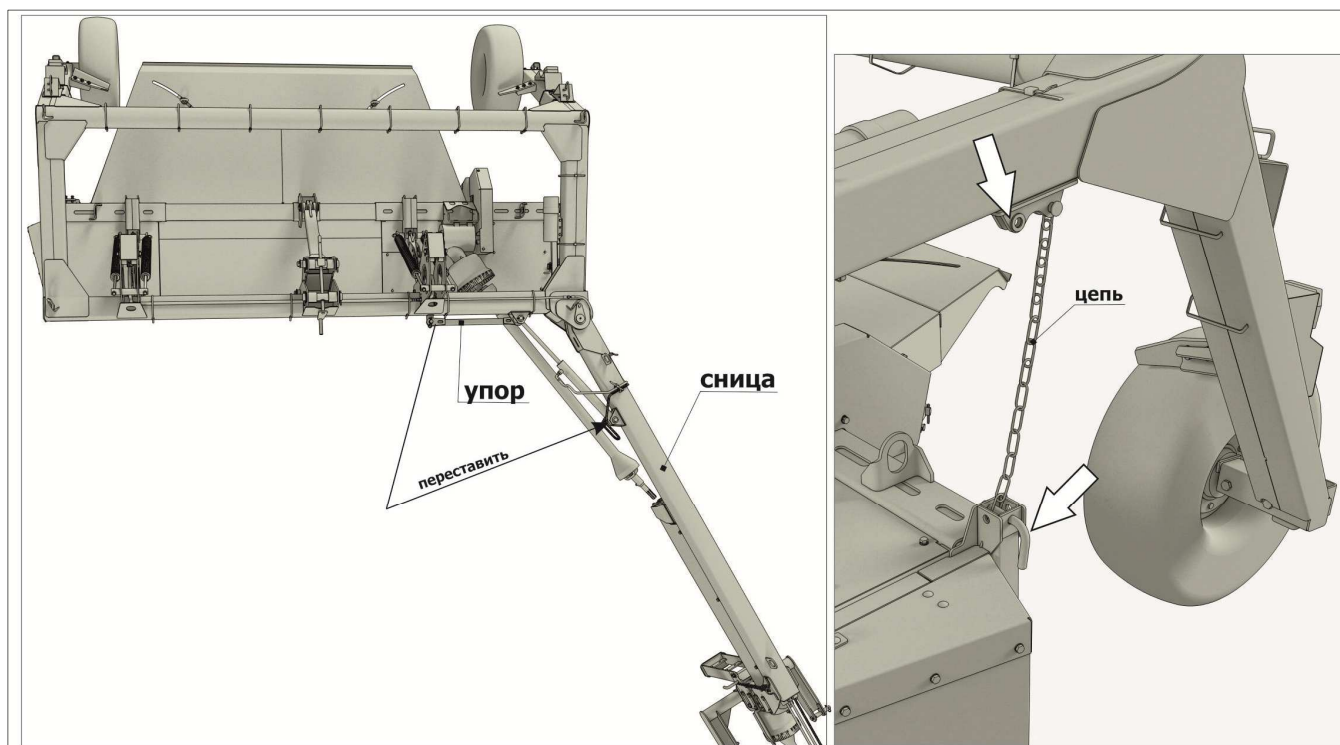

Рисунок 4.1 Фиксация косилки в транспортном положении
**ВНИМАНИЕ!** В ТРАНСПОРТНОМ ПОЛОЖЕНИИ РЕЖУЩИЙ АППАРАТ И СНИЦА КОСИЛКИ ДОЛЖНЫ БЫТЬ ЗАФИКСИРОВАНЫ ЦЕПЬЮ, А СНИЦА УПОРОМ (см. рисунок 4.1). Упор переставить как показано на рисунке 4.1. Случайное срабатывание гидроцилиндров может привести к выносу косилки на встречную полосу или тротуар.